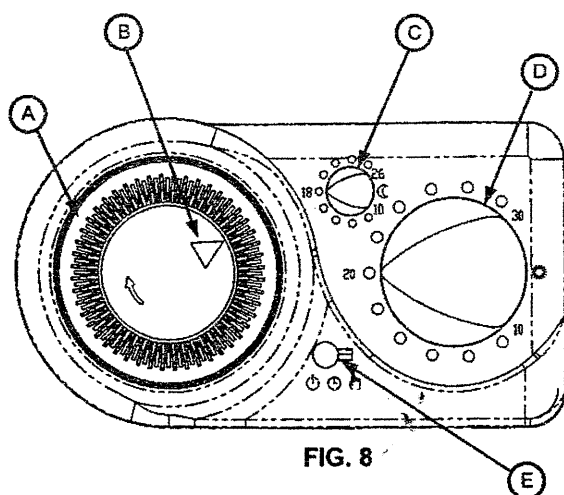

FIG. 8
Per impostare l'ora corrente basta ruotare il disco dell'orologio, A di fig. 8, in senso orario facendo corrispondere l'indice, B di fig. 8, con l'ora attuale.
- Posizionare il selettore, (E di fig. 8), sul simbolo dell'orologio, in posizione centrale.
- Posizionare la manopola di comfort (D di fig. 8), su un valore di temperatura dai 10°C ai 30°C.
- Posizionare la manopola di riduzione, (C di fig. 8), in un valore di temperatura compreso tra i 10°C e i 26°C, indicato sulla scala. Questa manopola regola la temperatura in modalità di riduzione, quindi di risparmio, ed è principalmente usata durante le ore notturne.
- Posizionare il selettore, E di fig. 8 sul simbolo della mano, (selettore tutto a destra).
- Posizionare il selettore, E di fig. 8, sul simbolo off, (tutto a sinistra).
In order to set the actual hour just turn the outer clock ring ('A' in fig. 8) clockwise until the arrow 'B' in fig. 8 points to the actual hour.
- Set the selector 'E' in fig. 8, on the 'clock' symbol, i.e. in the central position.
- Set the 'comfort' temperature knob ('D' in fig. 8) on the desired 'comfort' temperature level, from 10°C to 30°C.
- Set the 'economy' temperature knob ('C' in fig. 8) on the desired 'economy' temperature level, from 10°C to 26°C. This knob sets the 'economy' temperature, which is usually the temperature set during night time.
- Set the selector 'E' in fig. 8, on the 'hand' symbol, i.e. in the rightmost position.
- Set the 'comfort' temperature knob ('D' in fig. 8) on the desired 'comfort' temperature level, from 10°C to 30°C. In this mode the thermostat regulates the room temperature on the 'comfort' temperature 24h/24h.
- Set the selector 'E' in fig. 8, on the 'off' symbol, i.e. in the leftmost position.